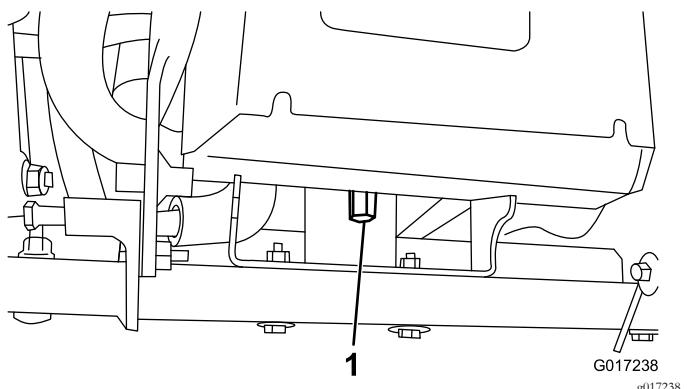

Figura 12
4. Serrate il dado lungo che fissa il retro della base della batteria al telaio della macchina (Figura 12).